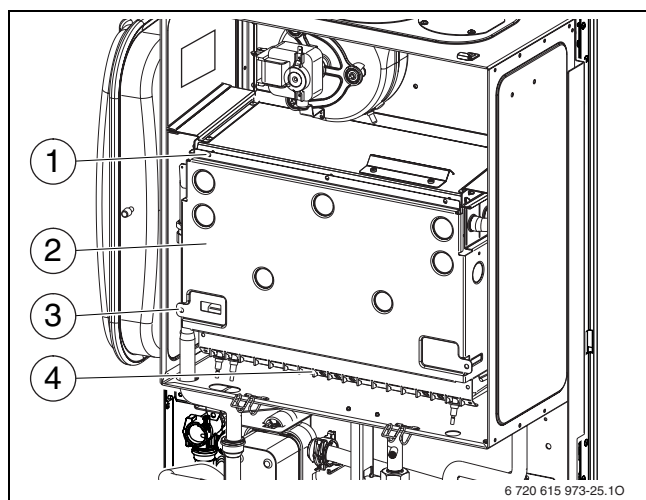

Fig. 55 Apertura del quemador
- Desmontar la parte delantera de la cámara de combustión (→ fig. 55).